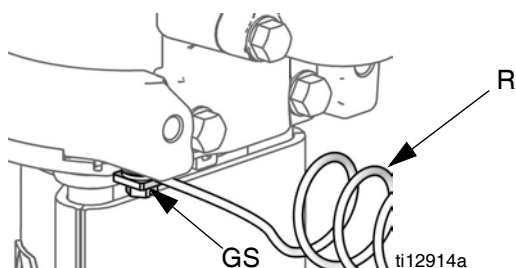

FIG. 2. Jordingskrue og ledning
1. Pumpe: Se FIG. 2. Sjekk at jordingskruen (GS) er festet og forsvarlig strammet på luftmotoren. Koble den andre enden av jordledningen (R) til en god jordforbindelse.